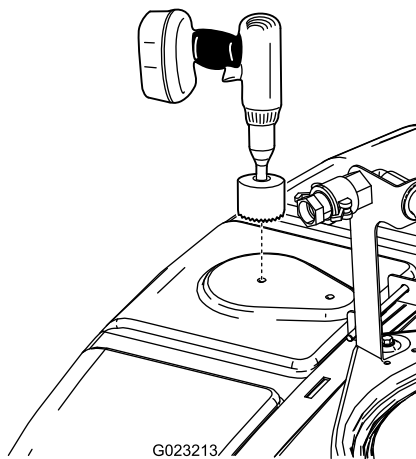

Рисунок 13
1. Найдите переднее место в верхней части бака, как показано на Рисунок 13.
2. Используйте цилиндрическую пилу диаметром 9 см, чтобы просверлить отверстие в отмеченном месте для сверления (Рисунок 13).